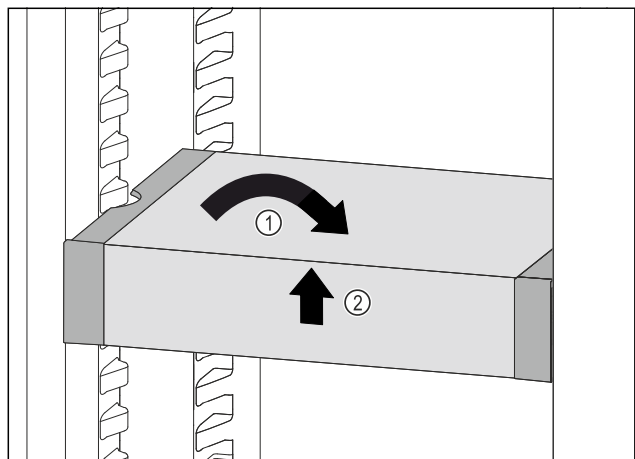

Fig. 118
- ▶ VarioSafe gerade stellen. Fig. 118 (1)
- ▶ VarioSafe vorne anheben. Fig. 118 (2)